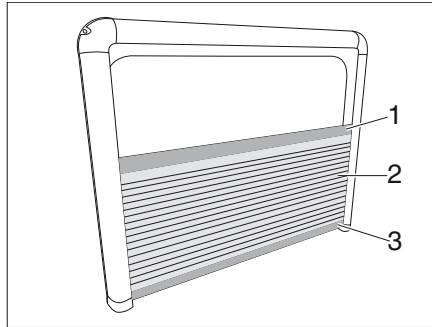

Bild 81 Rullgardin, plissererad
**Stänga:** ■ Dra upp mörkläggningsgardinen (Bild 81,2) i den övre listen (Bild 81,1) och skjut den undre listen (Bild 81,3) neråt.
**Öppna:** ■ Skjut övre listen (Bild 81,1) neråt. Det öppnade fönstret skyddas av insekts-skyddsnetet.
**Öppna utan insektsskyddsnet:** ■ Skjut undre listen (Bild 81,3) uppåt. Det öppnade fönstret skyddas inte av insektsskyddsnetet.